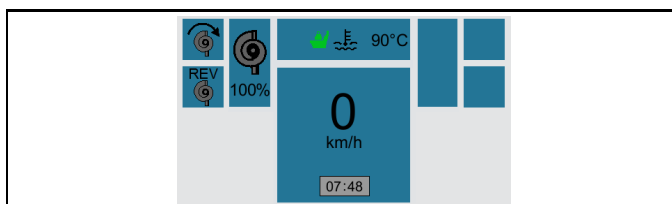

Abb. 5-46: Grundbild Transport
1. Drehschalter (1) in Position "3" (Transport) stellen..
→ Es erscheint das Grundbild "Transport" (Abb. 5-46) auf dem Info- und Bedienterminal (2).
2. Handgashebel (3) in Leerlaufposition stellen.